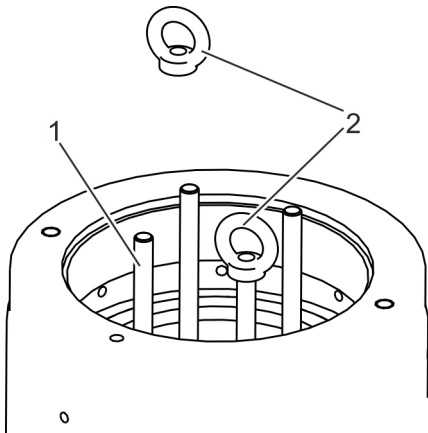

Fig. 10: Amarrar la tapa por los cáncamos hembra
8. ➤ Enrosque los cáncamos hembra adjuntos (Fig. 10/2) a los espárragos roscados (Fig. 10/1) de la tapa.
9. ➤ Asegúrese de que las roscas de los cáncamos hembra (Fig. 10/2) estén totalmente enroscadas en los espárragos roscados (Fig. 10/1).
10. ➤ Amarre los cáncamos hembra (Fig. 10/2) al equipo de elevación con sistemas de amarre adecuados.